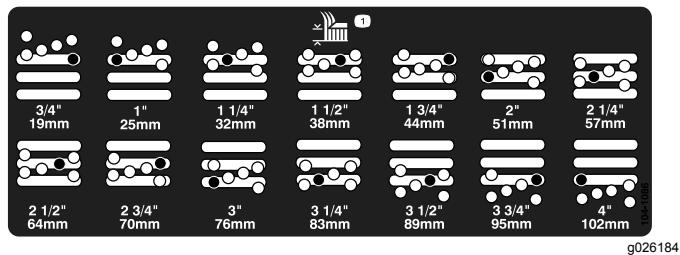

Figura 17
5. Mova a câmara para a altura de corte desejada e instale o espaçoador no orifício e ranhura da altura de corte designada (**Figura 17**).